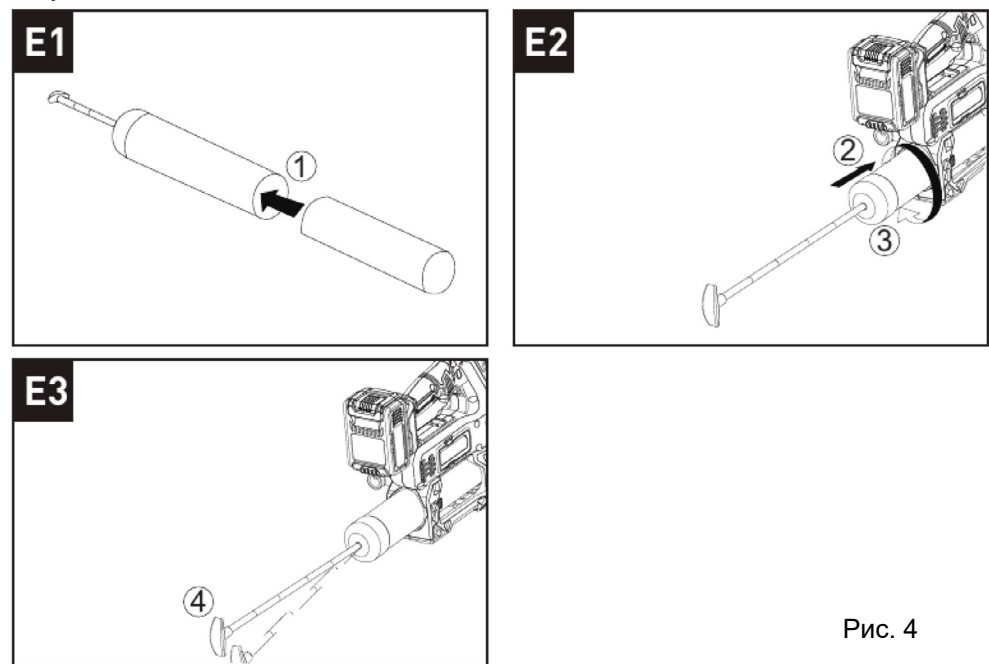

Рис. 4
- Снимите цилиндр с изделия и полностью вытяните рукоятку штока с фиксацией (E1 Рис. 4).
- Удалите вытяжную мембрану картриджа и установите цилиндр на изделие, вворачивая его до упора (E2 Рис. 4).
- Разблокируйте рукоятку штока (E3 Рис. 4).